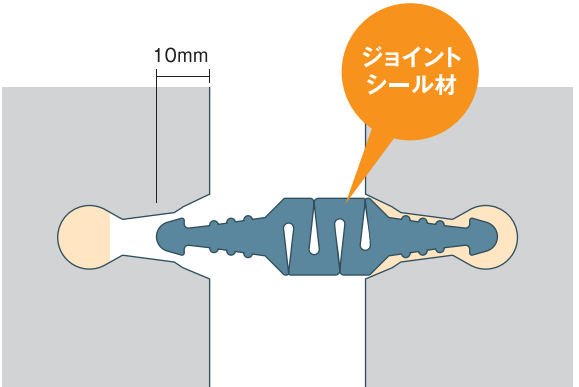
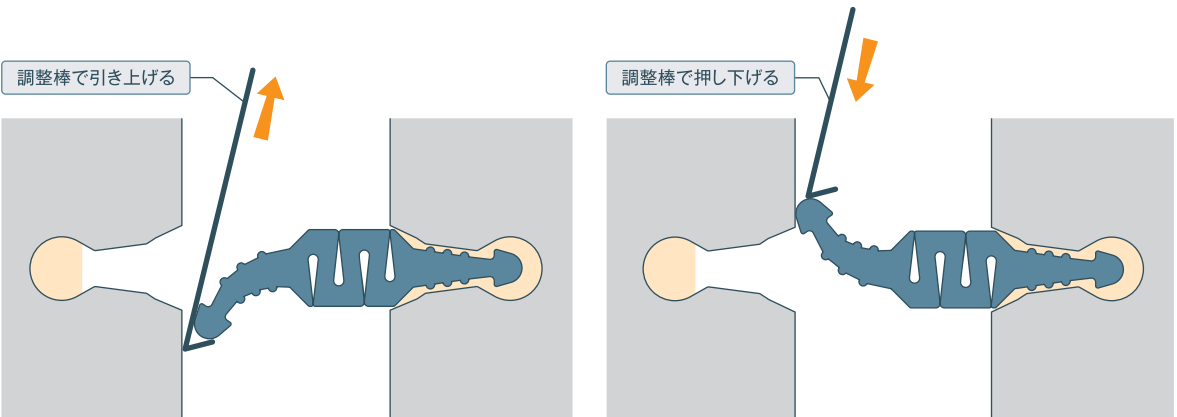

図2 挿入準備状況
図3 シール材の上下調整方法
①クレーンでの吊り荷重が、「製品荷重マイナス1t」(設置している製品荷重が1t以下)になるよう吊り込んだ状態で、ジョイントシール材が10mm程度挿入されるまで、バールで押し込みます(図2参照)。この際、ジョイントシール材が反って目地溝に入らない場合がありますが、ジョイントシール材調整棒を使って上下を調整します(図3参照)。